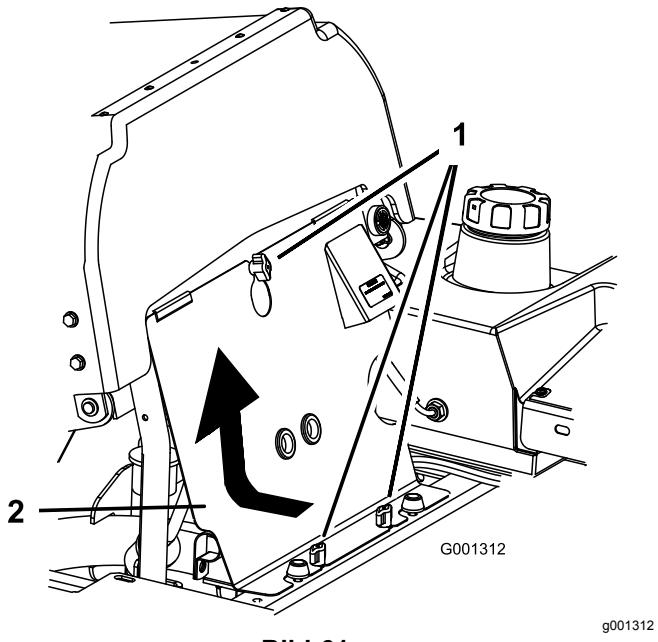

Bild 61
1. Kippen Sie den Sitz nach vorne und entfernen Sie die vordere Motorverkleidung (Bild 61).